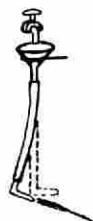

図1 水道水による反作用の実験
- (1) 図1のように、ろうとにゴム管を取り付け、その先端にL型のガラス管を接続する。